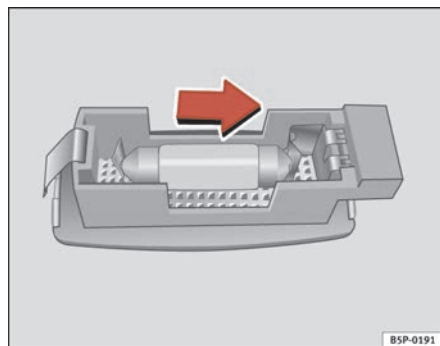

Fig. 203 Smontaggio della luce dell'aletta parasole
- Estrarre con cautela il coprifanale utilizzando il cacciavite dal lato piatto, come indicato nella figura ⇒ fig. 203.
- Rimuovere la lampada, movendola verso l'esterno nel senso della freccia ⇒ fig. 203. ■